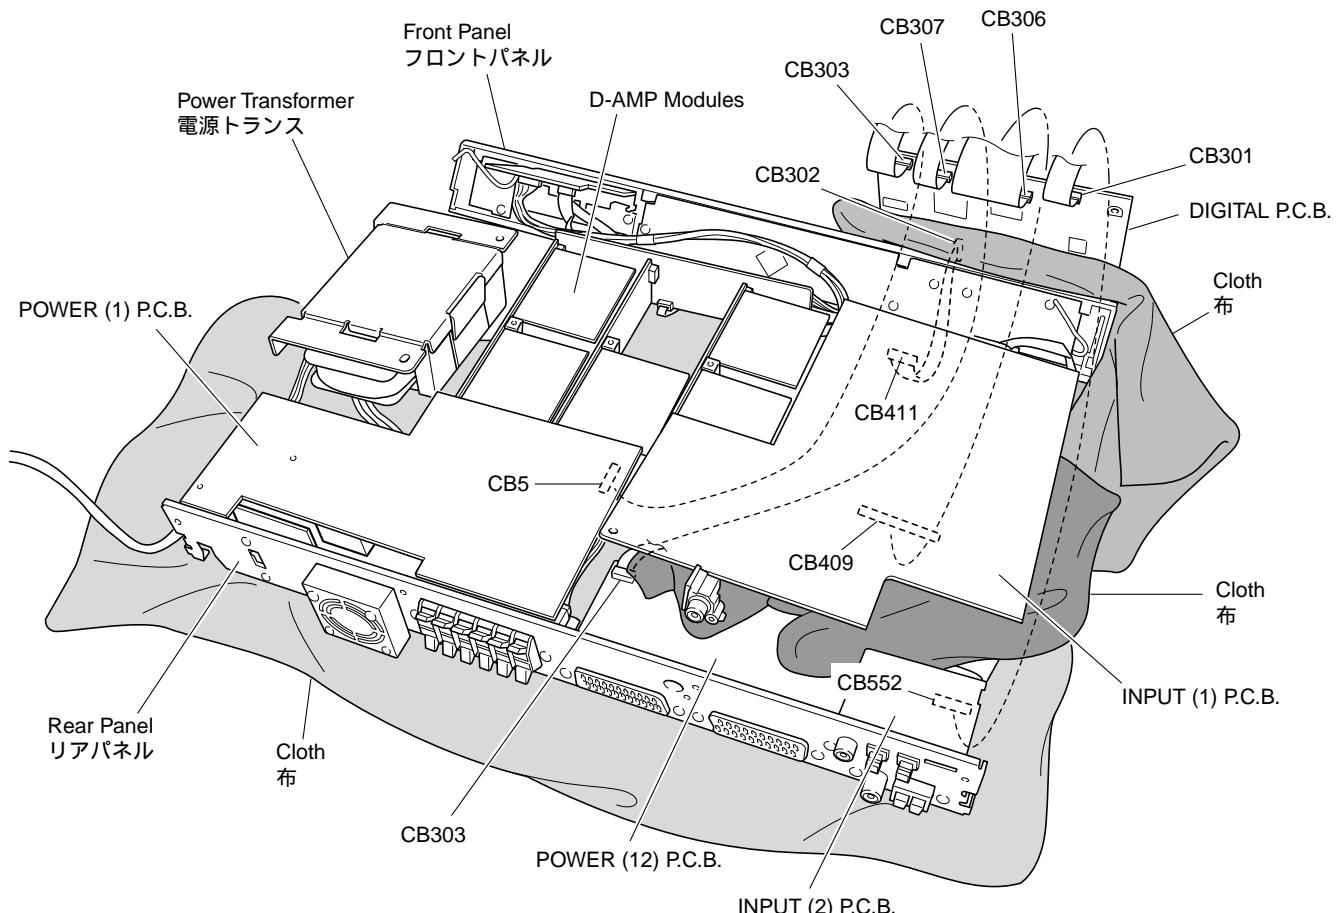

Fig. 5
- Remove the Front Panel, Rear Panel, P.C.B.s, Power Transformer and place all of the upside down for checking. (Fig. 5)
- シャーシからフロントパネル、リアパネル、P.C.B.、電源トランスを取り外し、すべてを裏返しに置いてチェックします。 (Fig. 5)